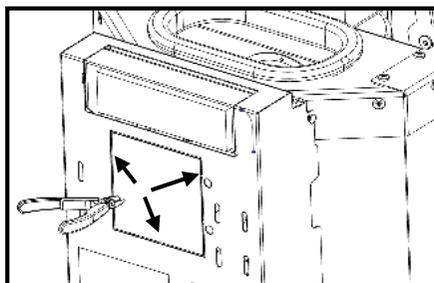

Figure 52 - Retrait de la plaque arrière du poêle
f) N l'arrière de la machine, retirez la plaque illustrée à la Figure 52 en découpant les zones.